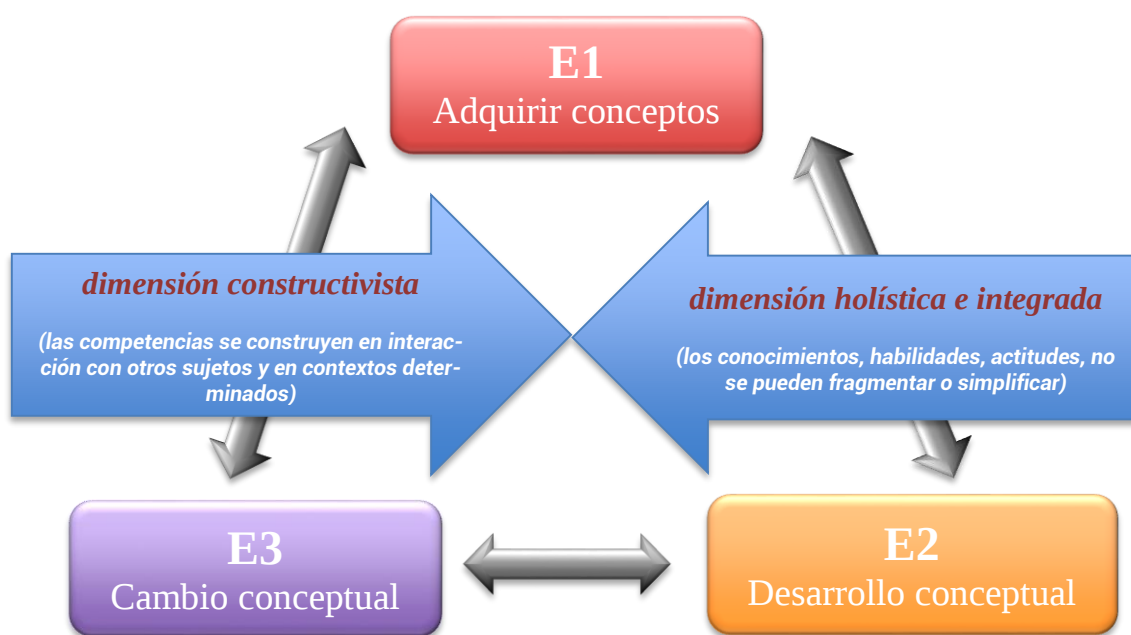

Figura 6. Estrategias de enfoque de enseñanza y
*“Un enfoque de aprendizaje es la ruta preferente que sigue un individuo en el momento de enfrentar una demanda académica en el ámbito educativo; está mediado por la motivación del sujeto que aprende y por las estrategias usadas.”*²¹ En cambio, desde el punto de vista del docente, el **enfoque de enseñanza** se caracteriza por las intenciones y estrategias (Figura 6) empleadas para el desarrollo de los temas de la asignatura. Materiales No Metálicos se imparte siguiendo tres enfoques combinados (Soler, Cárdenas y Hernández-Pina, 2018):